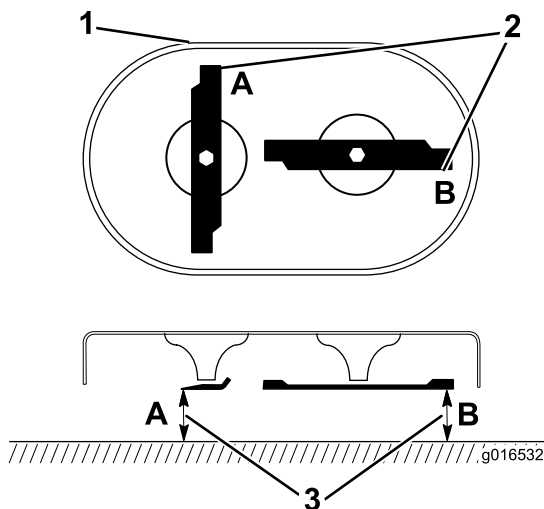

Figura 31
1. Gire las cuchillas hasta que estén posicionadas según se muestra en Figura 31.
2. Mida desde una superficie nivelada hasta los filos de corte, en las posiciones A y B, (Figura 31) y anote las dimensiones.